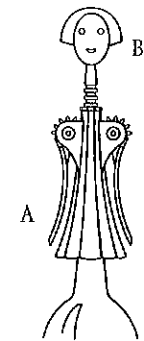

Fig.2
**POSIZIONATE** il cavatappi sul collo della bottiglia, assicurandovi che le leve A siano in posizione di riposo (fig.2).
**POSITION** the corkscrew on the neck of the bottle, making sure that levers A are down (fig.2).
**SETZEN SIE** den Korchenzieher auf den Flaschenhals auf und achten Sie dabei darauf, daß die Hebel A sich in Ruheposition befinden (Abb. 2).